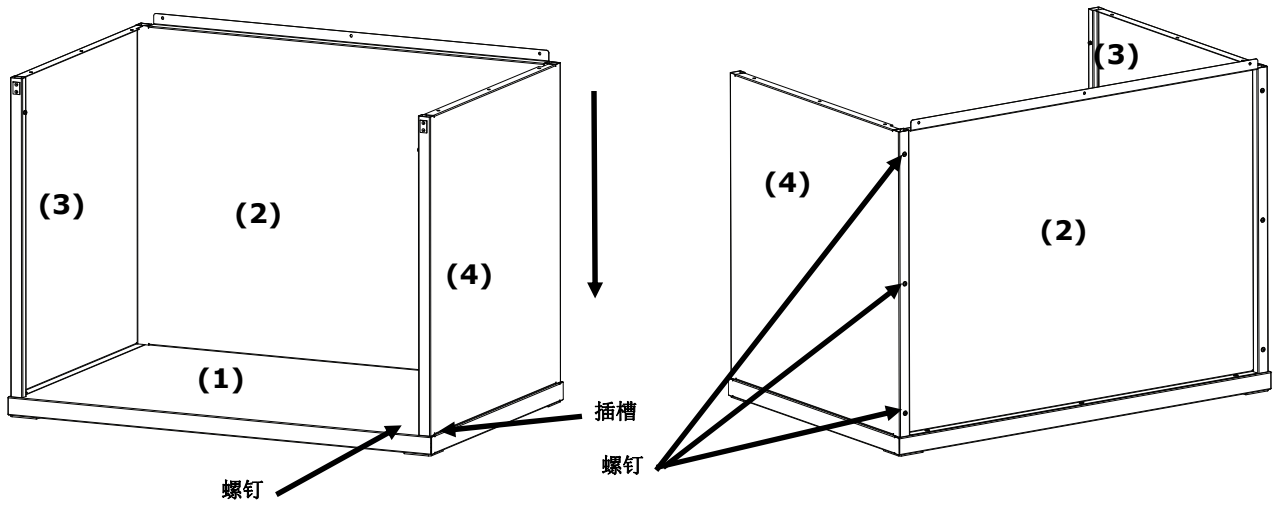

图 4. 将右板插入后板和底板
5. 将右板 (4) 光滑面朝外置于后板 (2) 的上方边缘处。
6. 将右板 (4) 沿着互锁槽向下滑动，直至右板 (4) 的前祥扣插入底板 (1)。按图 4 所示，用四颗螺钉将右板 (4) 固定至底板和后背。